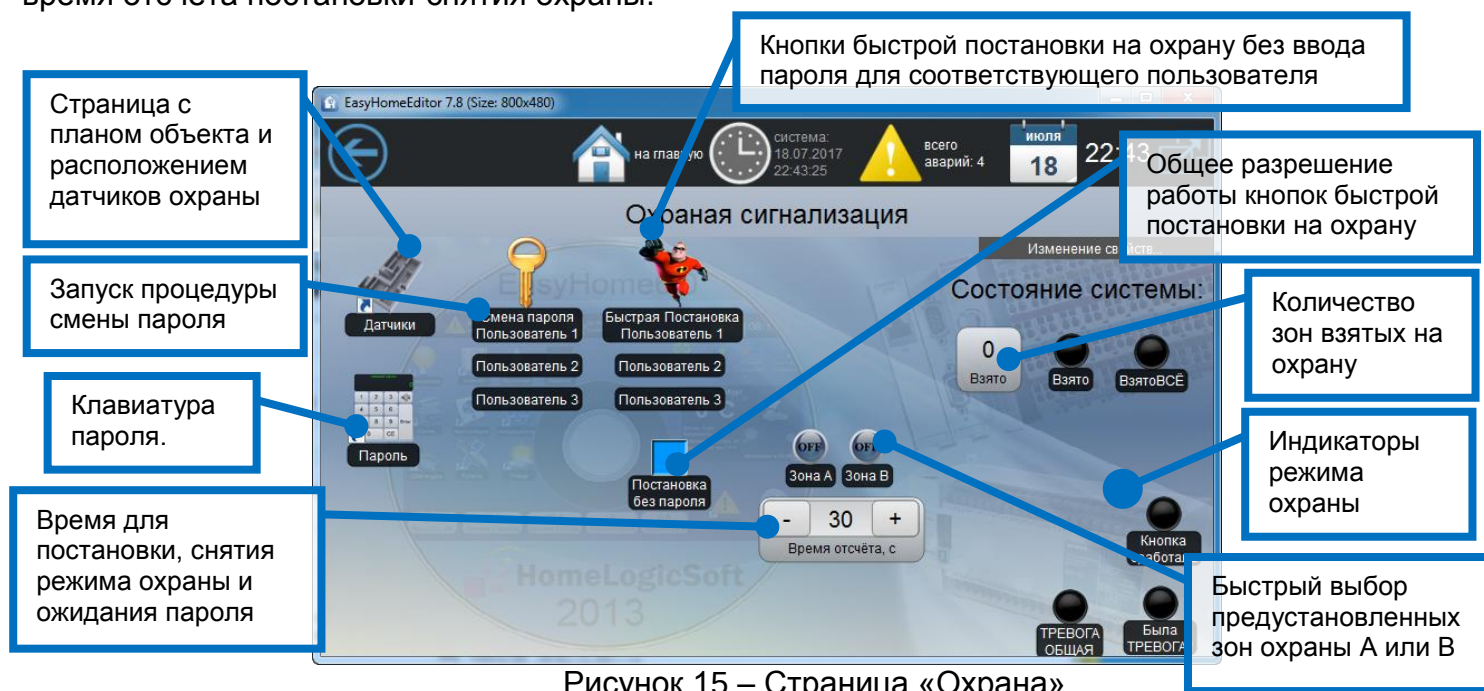

Рисунок 15 – Страница «Охрана»
Система охраны рассчитана на 1-10 пользователей и до 40ка тревожных зон. На странице «Охрана» (рисунок 15) можно просмотреть состояние системы охраны, настроить время отсчёта постановки-снятия охраны.
- 4) По окончании отсчёта статус системы сменится на "Взяты на охрану все зоны". Сработают индикаторы **Взято** и **Взято ВСЁ** на странице «Охрана» (рисунок 15). Придёт СМС оповещение о постановке соответствующим пользователем.
- 5) В случае тревоги статус системы сменится на "Тревога!". Сработает индикатор **ТРЕВОГА** на странице «Охрана» (рисунок 15). Будет на некоторое время